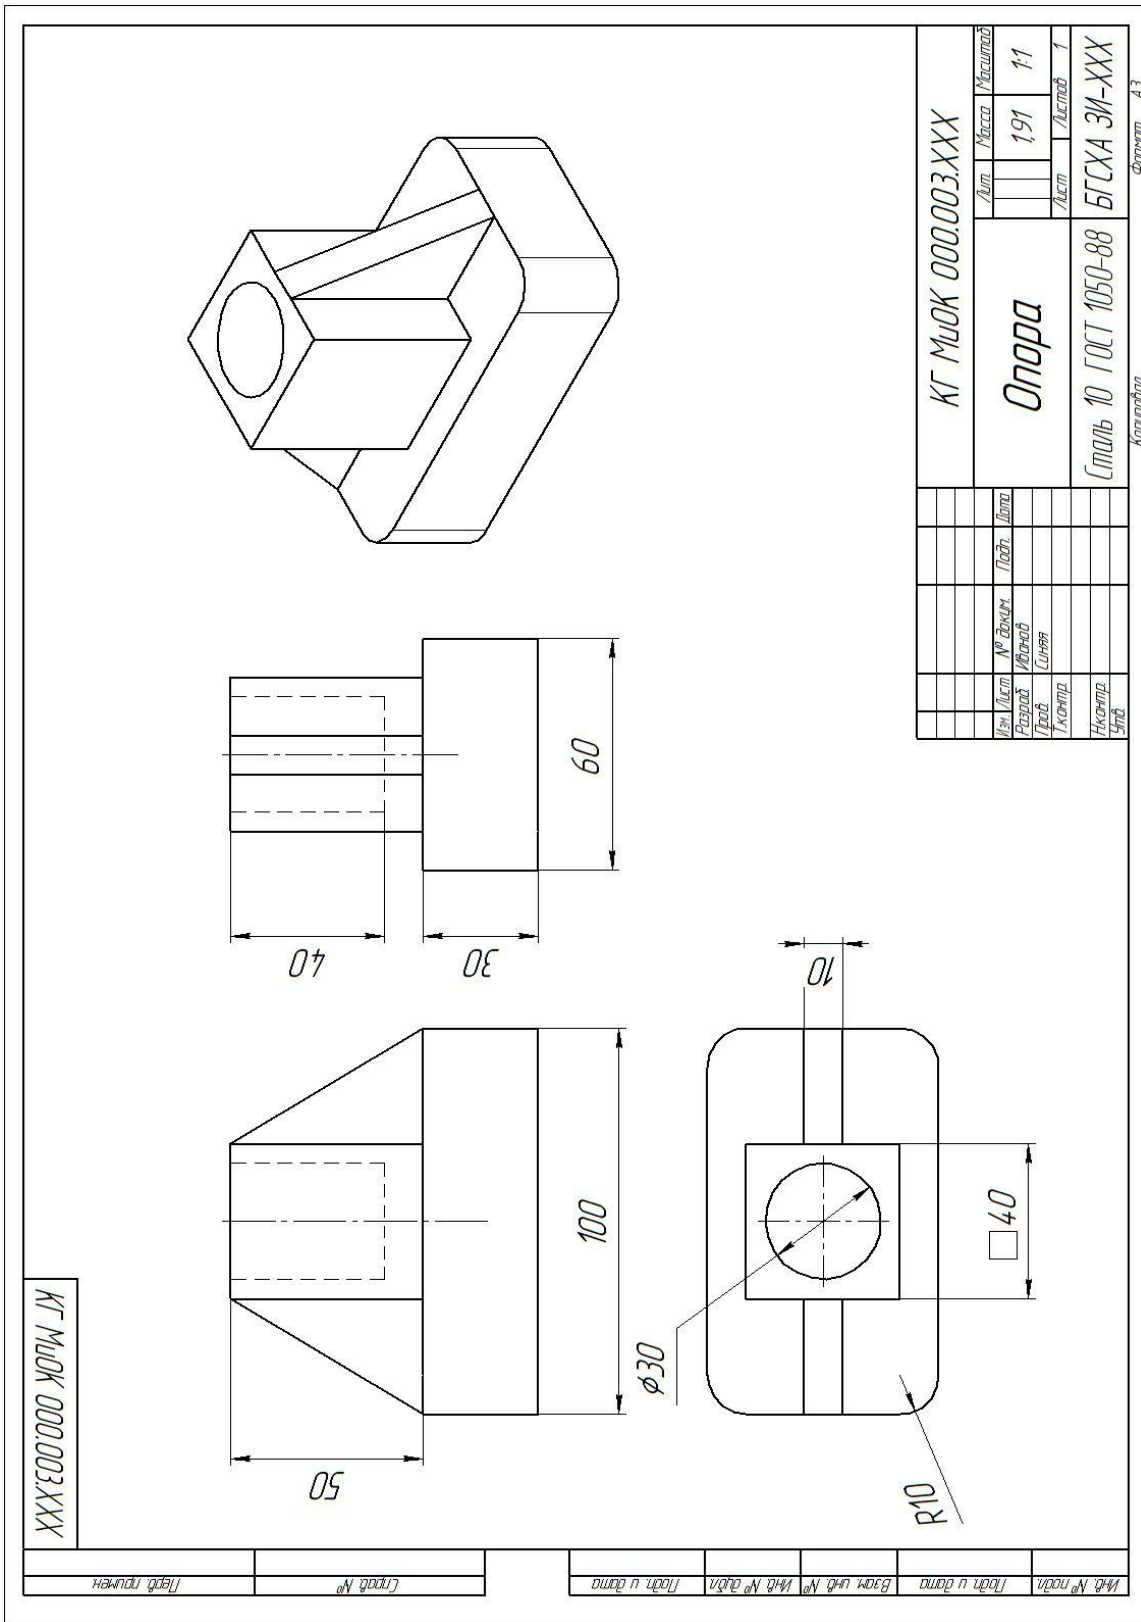

Рисунок 14.
10. Создадим чертеж созданной модели (рисунок 14).
13. Проставить необходимые размеры. Заполнить основную надпись (рисунок 14).